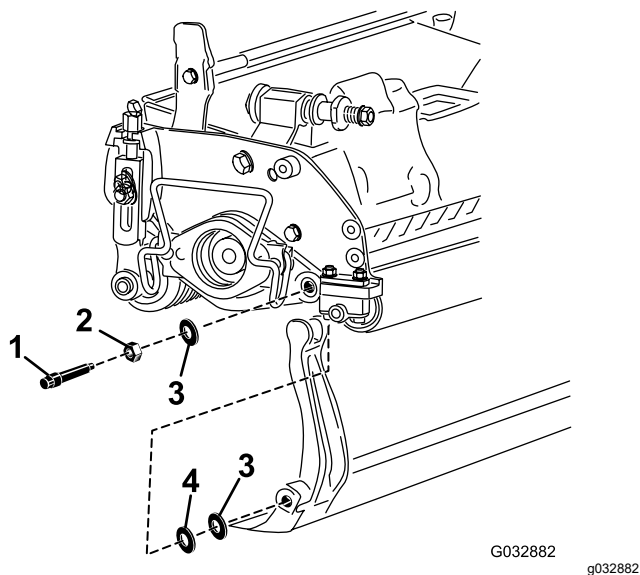

Bild 15
Bewahren Sie die zwei Nylonscheiben und die Stahlscheibe an jedem Ende des Untermesserträgers auf (Bild 15).
3. Legen Sie eine Nylonscheibe auf jede Seite des Seitenplattenansatzes. Legen Sie eine Stahlscheibe außen auf jede Nylonscheibe (Bild 15).